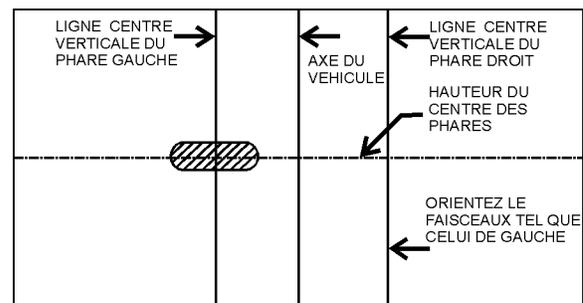

FIGURE 54 : POSITIONNEMENT CORRECT SUR L'ÉCRAN DE LA ZONE LONGUE PORTÉE DES FEUX DE ROUTE
- Les feux de route sont orientés de sorte que le centre de la zone longue portée se trouve à l'horizontale et tout droit à la verticale (Figure 54).